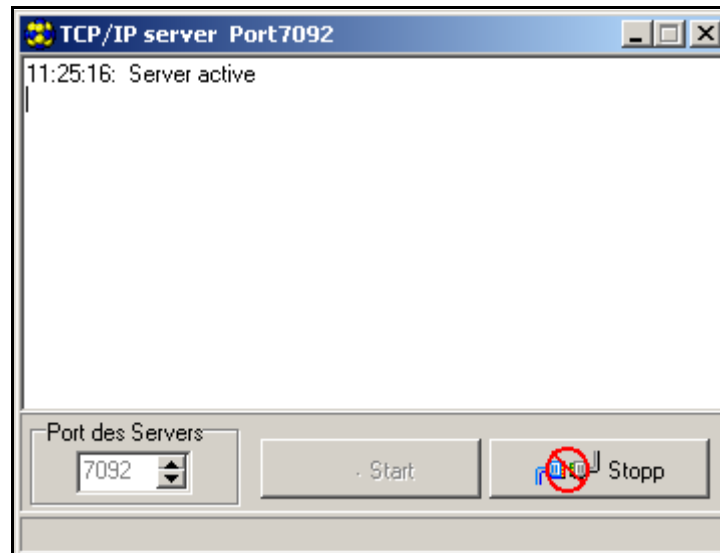

Abb. 10. Fenster „TCP/IP“.
2. Wählen Sie aus dem Menü „Kommunikation“ die Option „TCP/IP“. Im geöffneten Fenster wird eine Information zur Aktivierung des Servers angezeigt (siehe: Abb. 10).